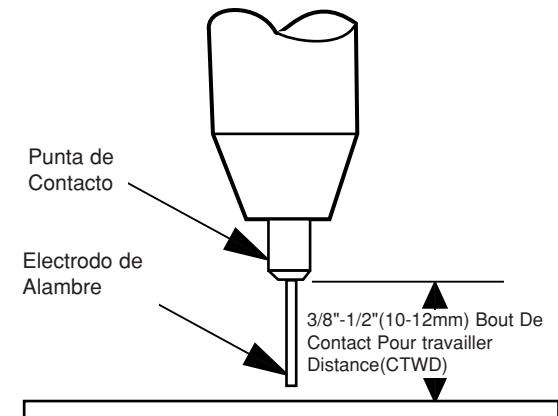

Figure B.6
13. Couper le fil entre 3/8 et 1/2 po (10 et 12 mm) de l'extrémité du tube contact. La WELD-PAK 175HD est maintenant prête pour le soudage. Se reporter à la figure B.6.